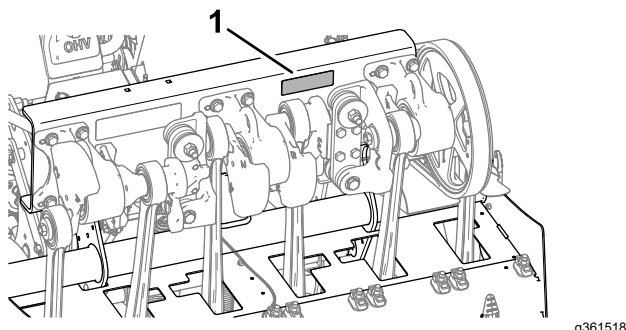

Figura 182
3. Compruebe los herrajes del cabezal de perforación, los herrajes del manillar y las tuercas de las ruedas para asegurarse de que el par de apriete es correcto. Los requisitos de apriete de las fijaciones se indican en la pegatina de apriete de los pernos situada en el canal de soporte del cabezal de perforación (Figura 182).